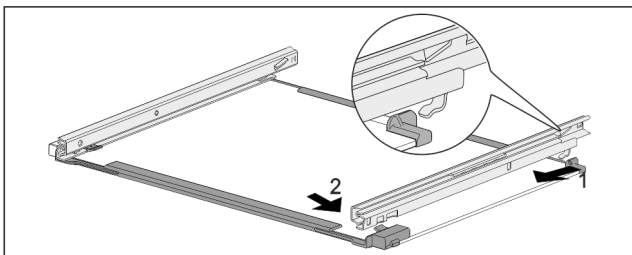

Fig. 78 Glasplaat met rails
- ▶ Rail achter vasthaken. Fig. 78 (1)
- ▶ Rail voor vasthaken. Fig. 78 (2)